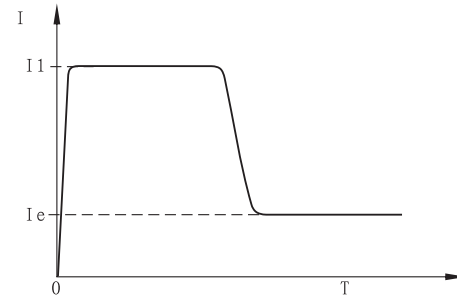

图12-1-1
- ① 代码F9设为(0限流)时为此电流起动模式。图12-1-1给出了限电流起动模式的电动机电流变化波形。其中I1为设定的起动限流值, 当电动机起动时, 输出电压迅速增加, 直到电动机电流达到设定的限流值I1, 并保持电机电流不大于该值, 然后随着输出电压的逐渐升高, 电机逐渐加速, 当电动机达到额定转速时, 旁路接触器吸合, 输出电流迅速下降至电机额定电流Ie或以下, 起动过程完成。
- ② 当电动机负载较轻或设定的限流值较大时, 起动时的最大电流也可能达不到设定的限流值时属正常。限电流起动模式一般用于对起动电流有严格限制要求的场合。